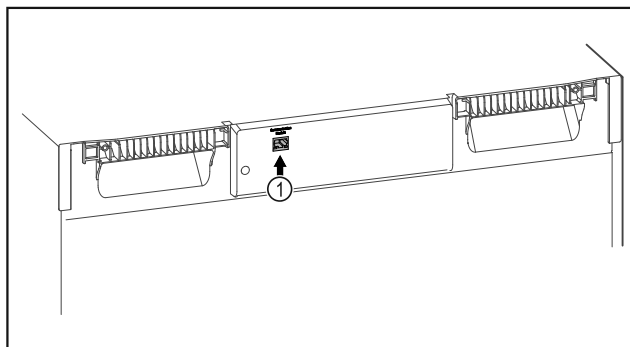

Fig. 115
- ☐ SmartModule Fig. 115 (1) inserito.